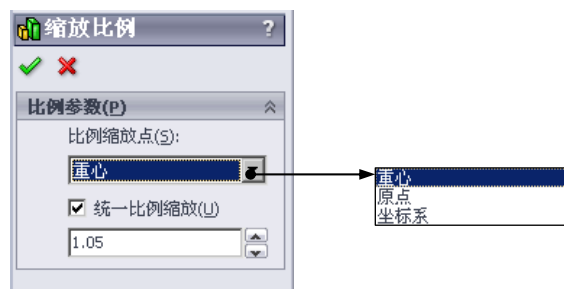

图 10.6.5 “缩放比例”对话框
Step1. 在“模具工具”工具栏中单击 $\square$ 按钮，系统弹出“缩放比例”对话框，如图 10.6.5 所示。
Step2. 设定比例参数。在 **比例参数(P)** 区域的 **比例缩放点(S):** 下拉列表中选择 **重心** 选项；选中 ☒ **统一比例缩放(U)** 复选框，在其文本框中输入数值 1.05，如图 10.6.5 所示。